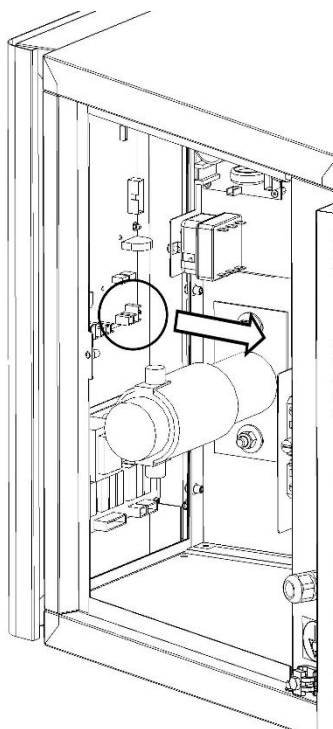

Fig.11A
- 3.Desconectar las conexiones eléctricas a la placa base (Fig.11A).